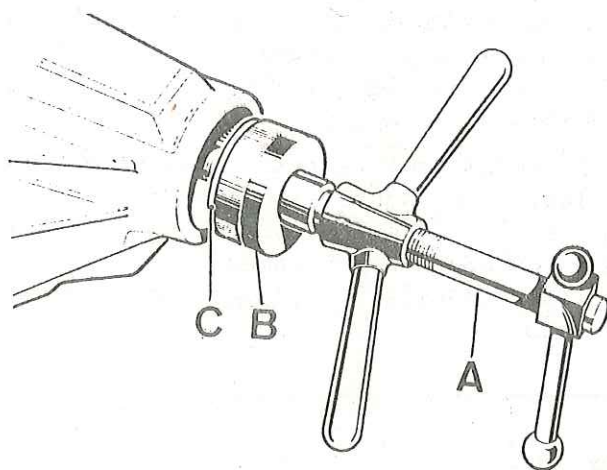

Fig. E-78 Montaje de la pista del cojinete del extremo de la brida
- 3.2.2. Instalar en el útil (191650), A, (Fig. E-78) los introductores de pistas (191655), B, y efectuar el montaje de la pista, C, del cojinete del extremo de la brida.